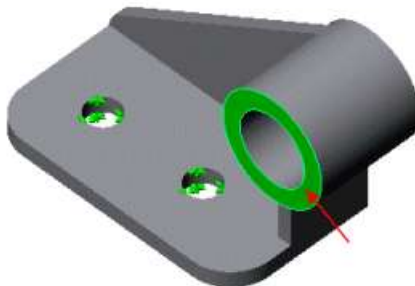

Рисунок 2.4 – Грань кронштейну для прикладення тиску
- У графічній області виберіть грань в розділі «Грани для давления» (рис. 2.4).